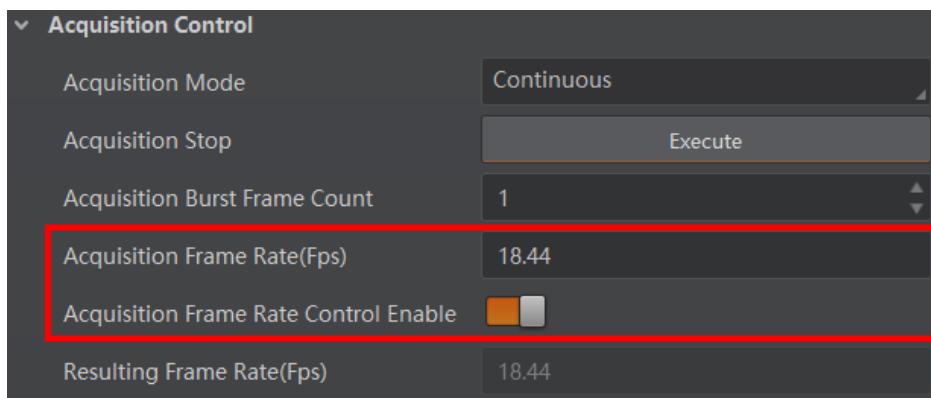

图4-1 帧率设置
2. 启用 *Acquisition Frame Rate Control Enable* 参数，如图 4-1 所示。